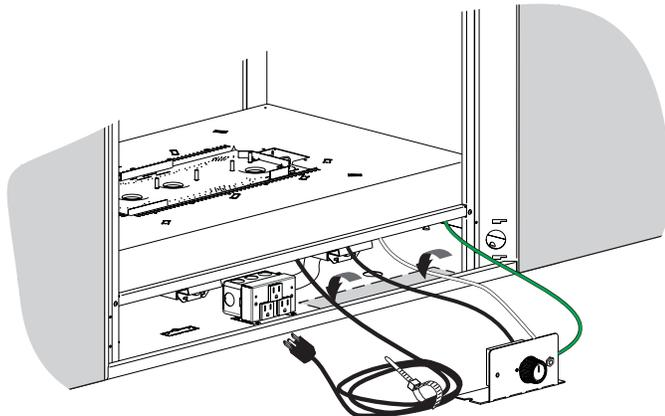

Figure 2
4. Placer le rhéostat de commande sur le plancher du foyer avec le sa plaquette de montage située aussi loin que possible vers la droite. **Voir Figure 2.**